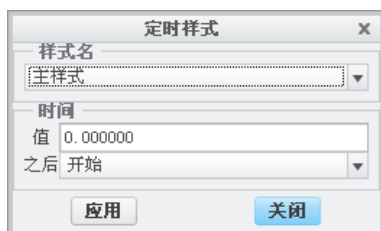

图 14.2.30 “定时样式”对话框
(1) 将工作目录设置为 D:\creo1\work\ch14\ch14.02\time_display。
(2) 打开文件 front_cover_mold.asm。
Step3. 单击 **动画** 功能选项卡 **图形设计** 区域中的“定时样式”按钮 ，系统弹出图 14.2.30 所示的“定时样式”对话框。
(1) 在“定时样式”对话框的 **样式名称** 栏中选取“主造型”，如图 14.2.30 所示。
(2) 单击“定时样式”对话框中的 **应用** 按钮，定时显示事件“主造型 1”出现在时间线中。